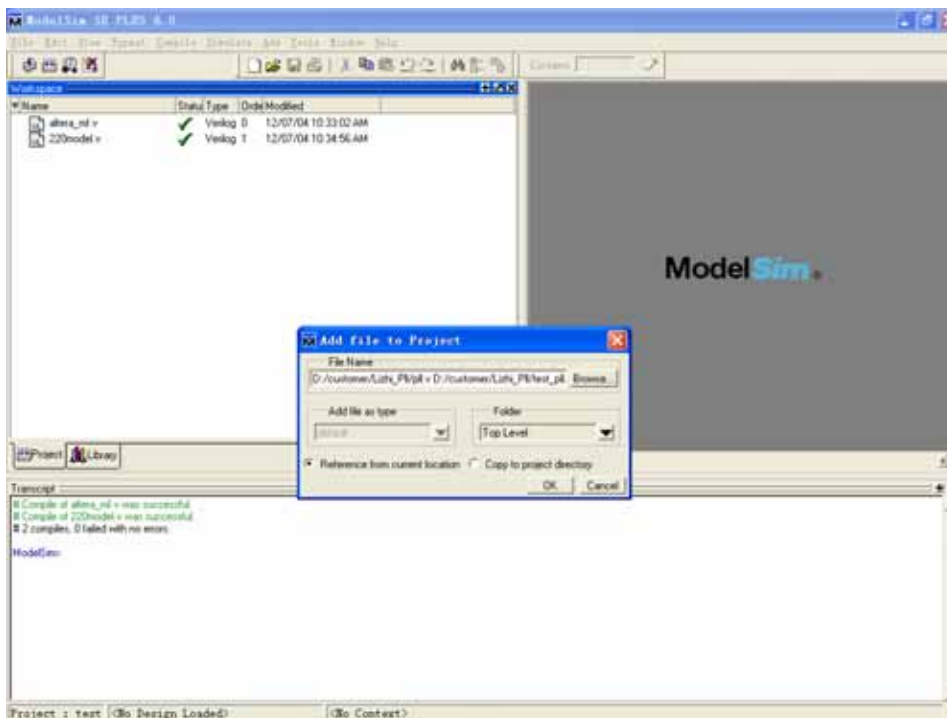

图 8 Add File to the project
8. 单击 File Name 右边的 Browse,导入 PLL.V 和 Test\_Pll.V 两个文件.按 OK 确定.如图 8 Add File to the project.